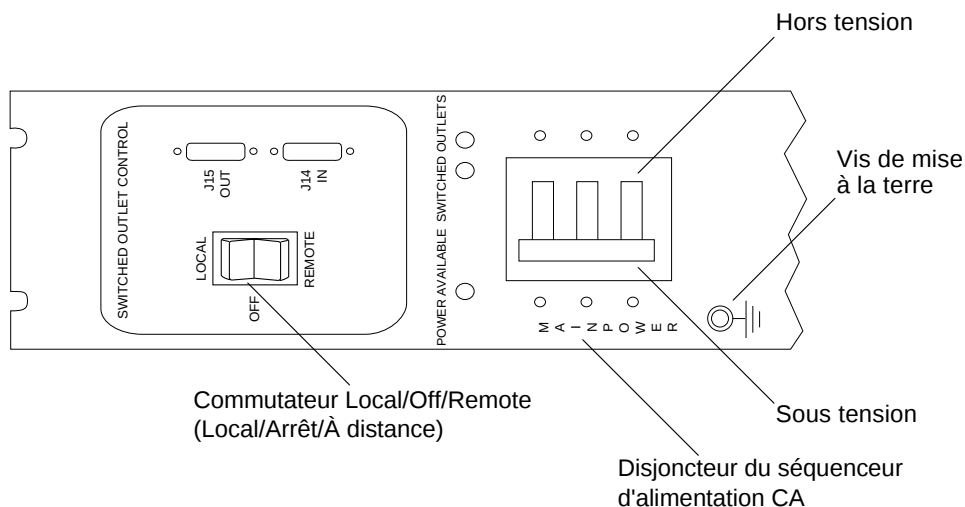

FIGURE 2-13 Panneau de contrôle d'un séquenceur d'alimentation arrière
- 1. Vérifiez que tous les disjoncteurs de séquenceur d'alimentation CA sont éteints (FIGURE 2-13).**
- 2. Vérifiez que le commutateur Local/Off/Remote (Local/Arrêt/À distance) de chaque séquenceur d'alimentation est sur la position Remote (FIGURE 2-13).**
2. **Sur la partie inférieure avant et arrière de l'armoire de base, mettez les disjoncteurs des séquenceurs d'alimentation CA en position On (FIGURE 2-13).**